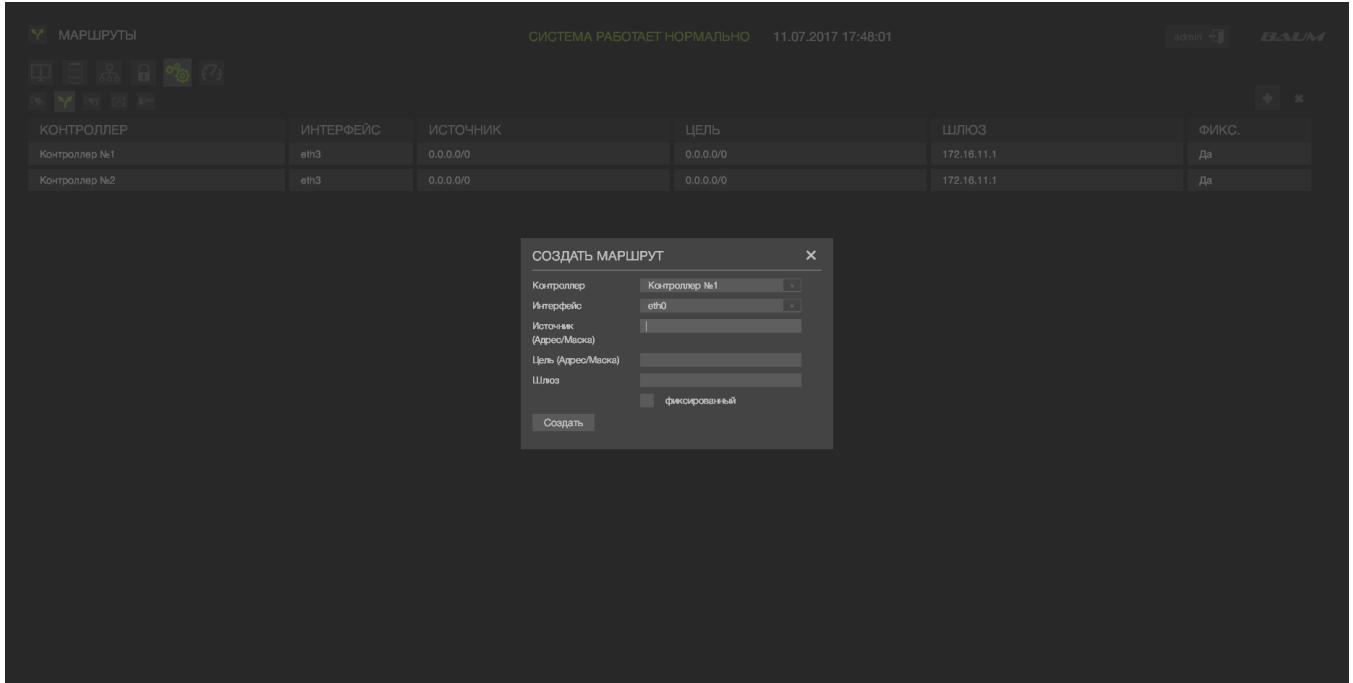

Рисунок 19 – Создание маршрута
- 1) Перейти на вкладку «Настройки» → «Маршруты» (см. Рисунок 19).